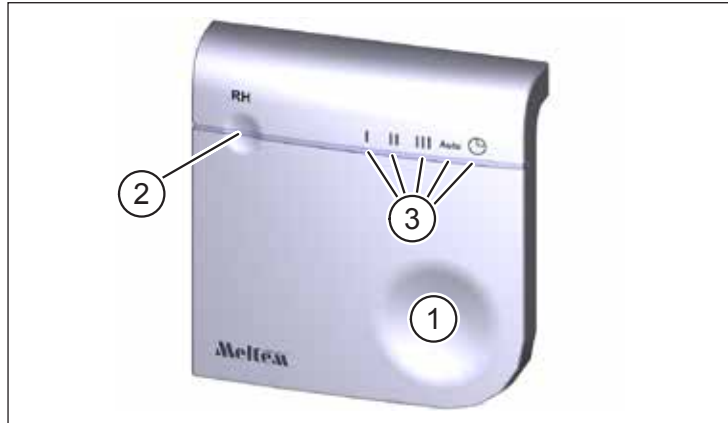

Fig. 1 : Capteur d'humidité sans fil externe
Pos. dans Fig. 1	Description
Le capteur d'humidité sans fil sert à l'utilisation sans fil d'appareils d'aération des séries M-WRG-II et M-WRG à partir de l'année de construction 2020 (à l'exception des types d'appareils bus). Dans le même temps, l'humidité peut être déterminée à l'emplacement de votre choix, qui doit se situer dans le périmètre de réception de la radio. Les programmes de ventilation « régulation de l'humidité » ou « mode automatique » utilisent les valeurs de mesure transmises pour adapter automatiquement le débit d'air de l'appareil au besoin de ventilation. Il est possible de déclarer un capteur d'humidité sans fil par appareil d'aération. Si l'appareil d'aération dispose d'un capteur d'humidité interne, celui-ci est automatiquement désactivé. Les appareils d'aération sans capteur d'humidité interne peuvent être équipés du capteur d'humidité sans fil afin d'étendre la fonctionnalité de la régulation de l'humidité. Le bouton de commande (pos. 1 dans Fig. 1) permet d'activer cinq niveaux / programmes de ventilation différents. La sélection en cours est indiquée par l'une des cinq DEL de mode vertes (pos. 3 dans Fig. 1). La DEL d'état multicolore (pos. 2 dans Fig. 1) signale les états de fonctionnement du capteur sans fil et de l'appareil d'aération. Si l'humidité de l'air ambiant dépasse 60 % HR (réglage d'usine) dans les programmes de ventilation « régulation de l'humidité » ou « mode automatique », le niveau de ventilation augmente graduellement jusqu'à max. 60 m3/h, jusqu'à ce que l'humidité de l'air ambiant redescende sous 60 % HR. Le capteur sans fil est fixé au mur à l'aide des chevilles et vis fournies (voir section 4.1). La télécommande radio optionnelle M-WRG-FBH, n° d'art. 5478-10, permet de paramétrer les fonctions du capteur sans fil. Vous pouvez obtenir d'autres informations dans le manuel d'utilisation « Télécommande radio M-WRG-FBH ». Le capteur d'humidité sans fil peut être utilisé parallèlement à la télécommande radio M-WRG-FBH, au bouton-poussoir radio à 4 posi-
- ▶ Appuyez sur le bouton de commande (pos. 1 dans Fig. 1). L'appareil d'aération confirme que la connexion est établie par un signal sonore. La DEL d'état clignote en vert.
- ▶ Appuyez sur le bouton de commande (pos. 1 dans Fig. 1) pour vérifier l'état actuel. Cela est indiqué par la DEL d'état (pos. 2 dans Fig. 1) et les DEL de mode (pos. 3 dans Fig. 1).
La DEL d'état (pos. 2 dans Fig. 1) peut, après actionnement du bouton de commande (pos. 1 dans Fig. 1), émettre les réponses suivantes :